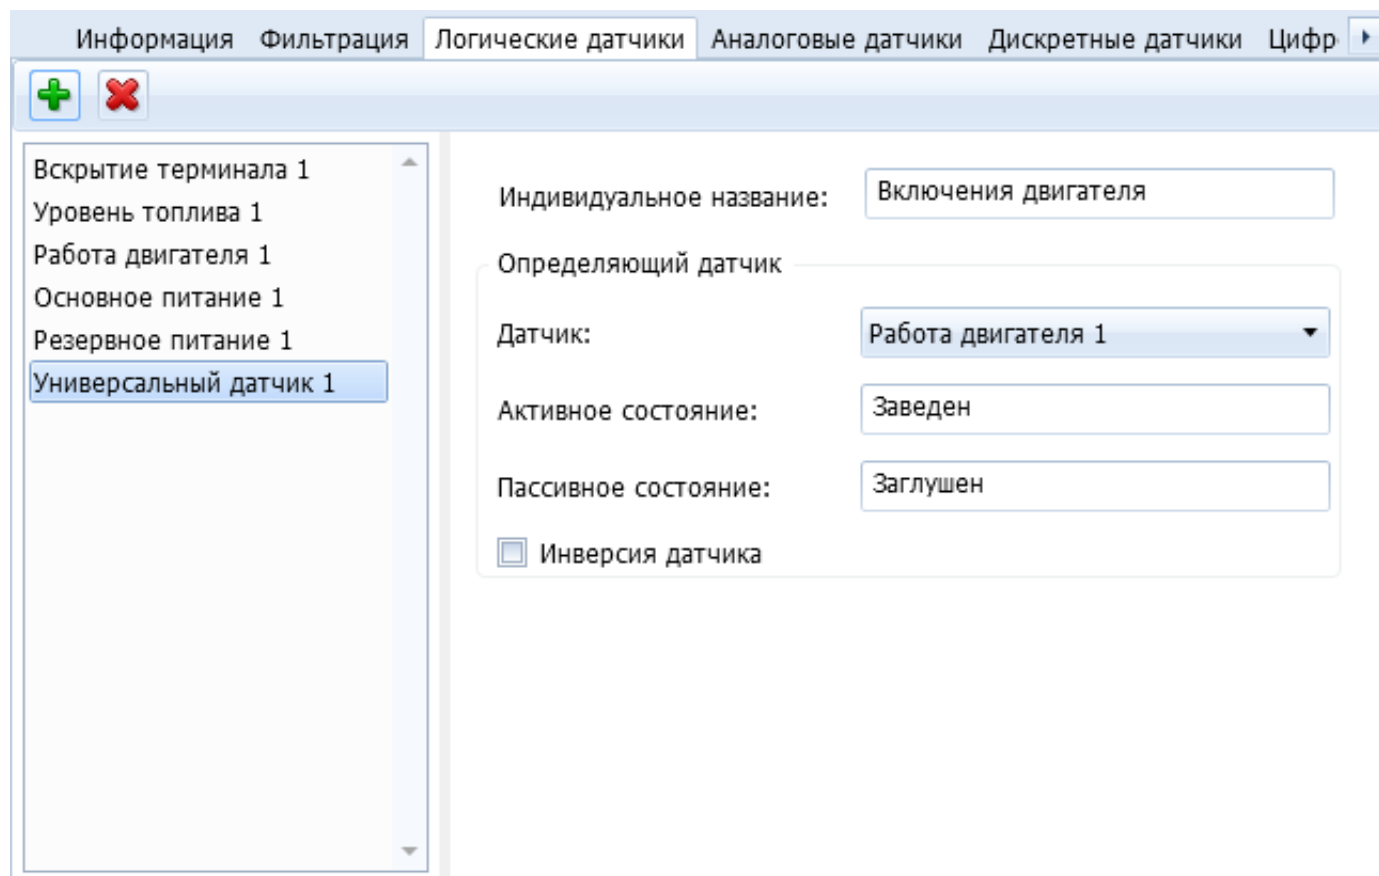

Рисунок 3 – Настройка универсального датчика
- на основе созданного логического датчика работы двигателя создать универсальный датчик, задав ему индивидуальное название и определив названия активного и пассивного состояний (**Рисунок 3**);